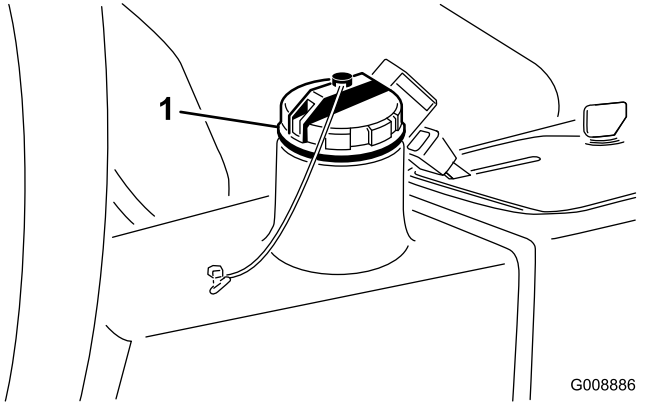

Figure 78
4. Versez environ 13,2 litres de liquide hydraulique dans le réservoir (Figure 78) ; voir Contrôle du système hydraulique (page 22).